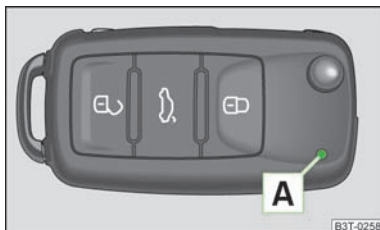
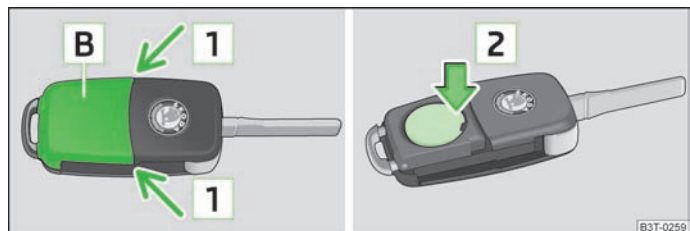

Fig. 9
Fig. 10 Clé à radiocommande - enlever le couvercle/sortir la pile
Deux clés à radiocommande » fig. 9 sont livrées avec le véhicule.
Chaque clé à radiocommande possède une pile placée sous le couvercle **[B]** » fig. 10. Lorsque la pile est déchargée, le voyant rouge **[A]** ne clignote pas après un appui sur une touche de la clé à radiotélécommande » fig. 9. Nous vous recommandons de ne faire remplacer les piles de clés que par un concessionnaire ŠKODA. Procédez comme suit si vous souhaitez néanmoins remplacer vous-même une pile déchargée :
- Poussez le cache de la pile avec le pouce ou un tournevis plat au niveau des flèches **[1]** » fig. 10.
- Retirez la pile déchargée de la clé en la poussant vers le bas au niveau de la flèche **[2]** » fig. 10.
Cette fonction permet de déverrouiller toutes les portières, les portières individuelles, deux portières du côté gauche ou du côté droit du véhicule ou de déverrouiller simultanément les portières du conducteur et du passager avant. Les autres portières et la trappe de réservoir restent verrouillées et ne se déverrouillent qu'après une nouvelle ouverture au moyen de la touche de déverrouillage sur la clé à radiocommande » fig. 9 ou avec la touche de verrouillage centralisé » fig. 12.